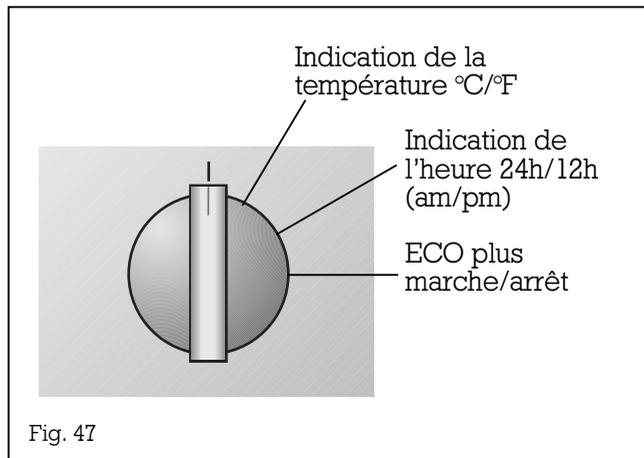

Fig. 47
- en tournant la manette « Mode », vous pouvez maintenant sélectionner une des fonctions disponibles (fig. 47) :